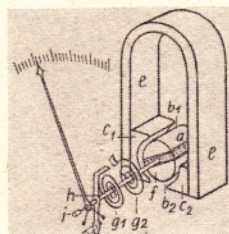

Abb. 2. Eisengeschlossenes Drehspulinstrument
**Drehspulinstrumente** (Abb. 2). Geringster Eigenverbrauch, Meßgenauigkeit bis 0,1 %, Skala linear, der auf einen geschlossenen Aluminiumrahmen (f) gewickelten Spule (a) wird der Meßstrom über Spiralfedern (g) zugeführt, die die Richtkraft ergeben, Dämpfung des Meßwerkes elektromagnetisch. Temperaturkompensation vollständig. Erweiterung des Meßbereichs bei Amperemetern durch Nebewiderstand, bei Voltmetern durch Vorwiderstand (Abb. 3). Diese Widerstände sollen möglichst kleine Temperaturkoeffizienten besitzen (Manganinband). Drehspulgalvanometer für höchste Empfindlichkeit mit Spiegelablesung. Erreichbar etwa  $0,5 \cdot 10^{-10}$  A für 1 mm Skalenausschlag bei 1 m Skalenausschlag.